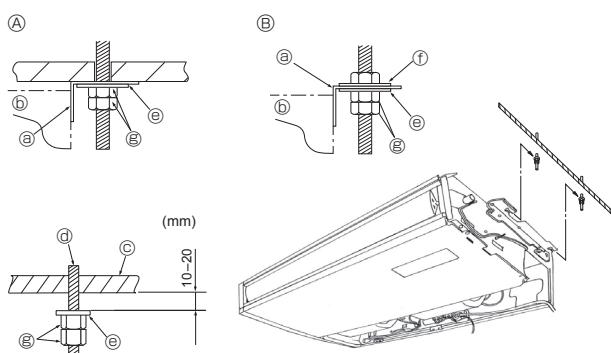

Fig. 3-5
② Giriş izgarasını zorlayarak açmak veya 120°den fazla açı yapacak şekilde açmak menteşeleri bozabilir.
3.3. İç ünitenin monte edilmesi (Fig. 3-5)